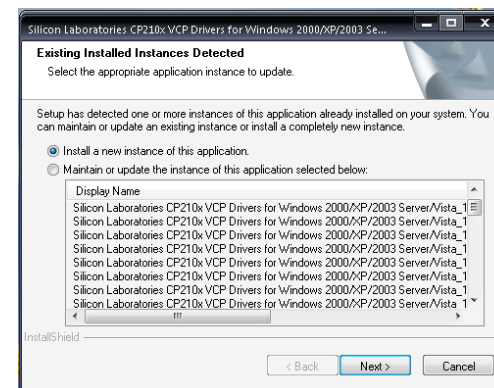
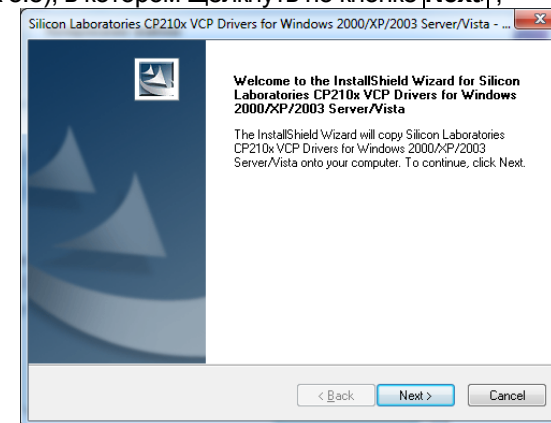

Рисунок 8.7
Рисунок 8.8
6) На экране появится окно (рисунок 8.7).
– в окне (рисунок 8.7) щелкнуть по кнопке **Next**; на экране появится окно (рисунок 8.8), в котором щелкнуть по кнопке **Next**;